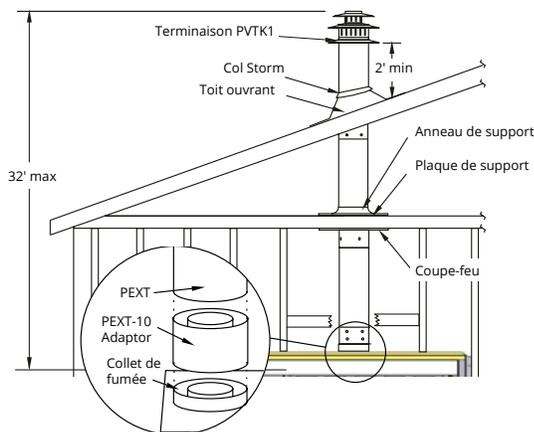

Figure 10. Orifice supérieur, terminaison montée sur le toit sans décalage dans l'évent.
- La terminaison verticale doit être d'au moins 2' supérieure à celle où la terminaison sort des matériaux de toiture (bardeaux d'asphalte, tremblements de cèdre, etc.). Cette distance doit être mesurée à partir du côté haut de la pente du toit, où le clignotement des fumées coupe les matériaux de toiture. (Voir figures 10 à 10c).